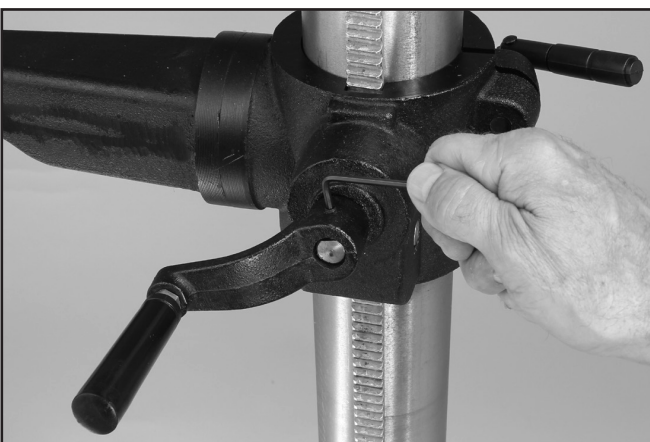

FIG. 3
2. Installez la poignée de manivelle de levage/abaissement de la table (#19) à l'arbre latéral du support de la table (#10) à l'aide d'une clé hexagonale. FIG. 3.